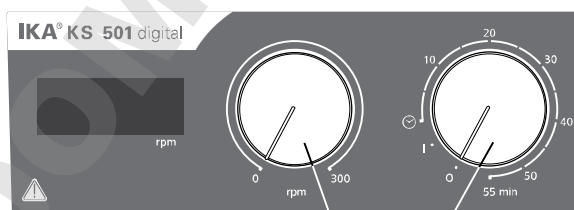

Fig. 3
- ⇒ Kad įjungtumėte prietaisą, sukite pasukamuosius mygtukus „**Įjungti / išjungti**“ ir „**Laikmatis**“ (**B**, žr. Fig. 3) pagal laikrodžio rodyklę į padėtį „**1**“.
- ⇒ Nustatykite variklio apsukas reguliavimo mygtuku „**Apsukos**“ (**C**, žr. Fig. 3). **KS 501 digital** ir **HS 501 digital** galima nustatyti variklio apsukas nuo 0 iki 300 rpm.